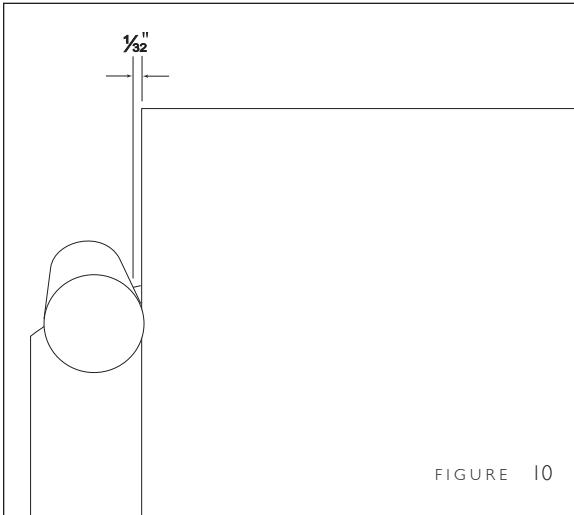

FIGURE 10
2. Déplacer la butée de manière à ce qu'elle se trouve à environ 1 mm (1/32 po.) du bord gauche du papier (fig. 10).